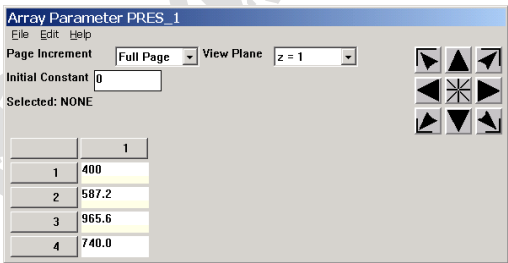

图5.42 定义数组数据点
(4) 选中刚才定义的数组 pres\_1，然后单击 **Edit...** 按钮，弹出如图 5.42 所示的对话框，并按图所示输入四个数据。然后单击【File】|【Apply/Quit】菜单，关闭对话框。至此定义了一个四维数组。